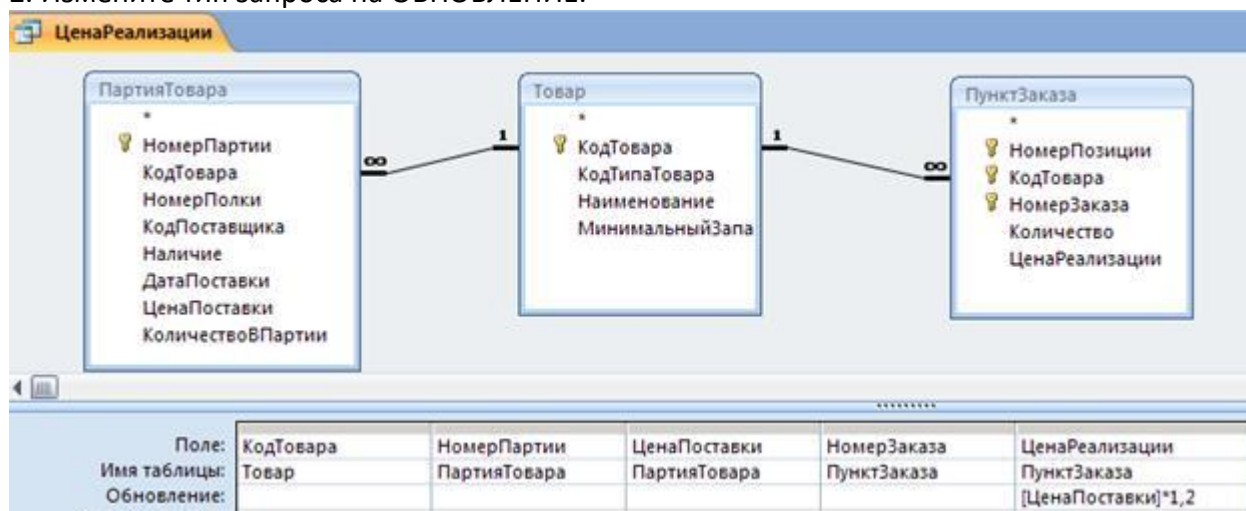

Рис.6. Запрос на обновление вычисляемым значением
1. В режиме КОНСТРУКТОРА создайте все тот же запрос для поиска партий товаров, вписанных в бланк заказа (рис.6).
3. Для поля ЦЕНА_РЕАЛИЗАЦИИ в строке ОБНОВЛЕНИЕ введите вычисляемое выражение (рис.6).